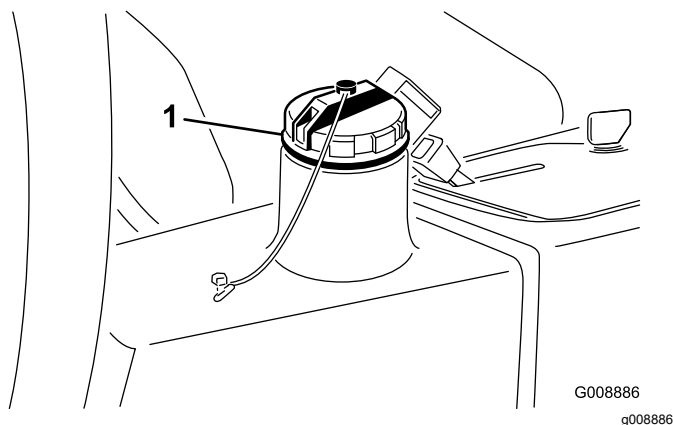

Figura 32
2. Limpe a zona em redor do tubo de enchimento e da tampa do depósito hidráulico (Figura 32).